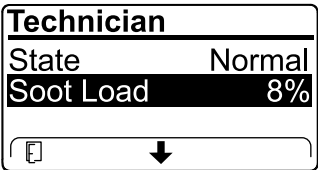

Bild 39
- Zeigen Sie die Rußlast an, die als Prozentsatz des Rußes im Dieselpartikelfilter (Bild 39) gemessen wird, siehe Tabelle für die Rußlast.